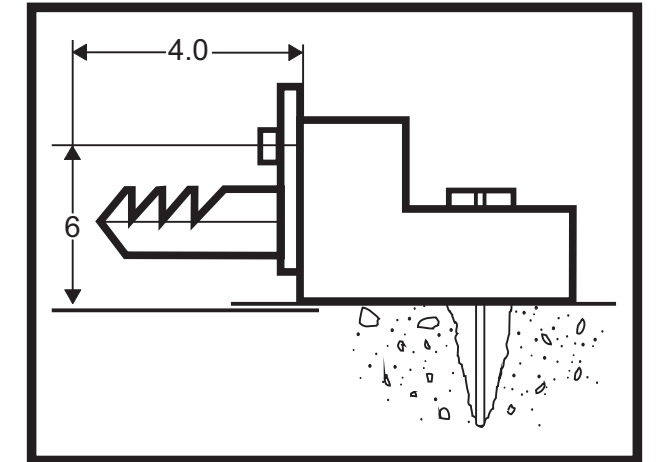

FIG. 5
b) Usando una escuadra o nivel se determinará la ubicación de la prolongación vertical del borde de la bañera. Ubique el soporte dentado a 4 cm. desde ese punto, centrandolo longitudinalmente con relación al borde de la bañera. La distancia entre el centro del tornillo (fijador del soporte dentado) y el piso terminado, debe ser de 6 cm. (fig.5).
c) Ubique los soportes dentados a 6 cm. del piso terminado y del centro del tornillo fijador. (fig.5)